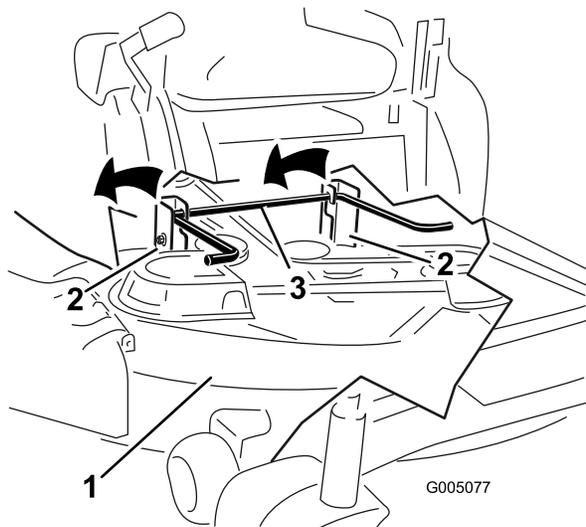

Figura 57
5. Eleve la parte trasera de la carcasa de corte y coloque los soportes sobre la varilla de elevación trasera (Figura 57).
5. Usando las asas de la carcasa de corte, eleve la carcasa de corte y separe ésta y las pletinas de suspensión de la varilla de elevación trasera; luego baje el cortacésped con cuidado al suelo (Figura 57).